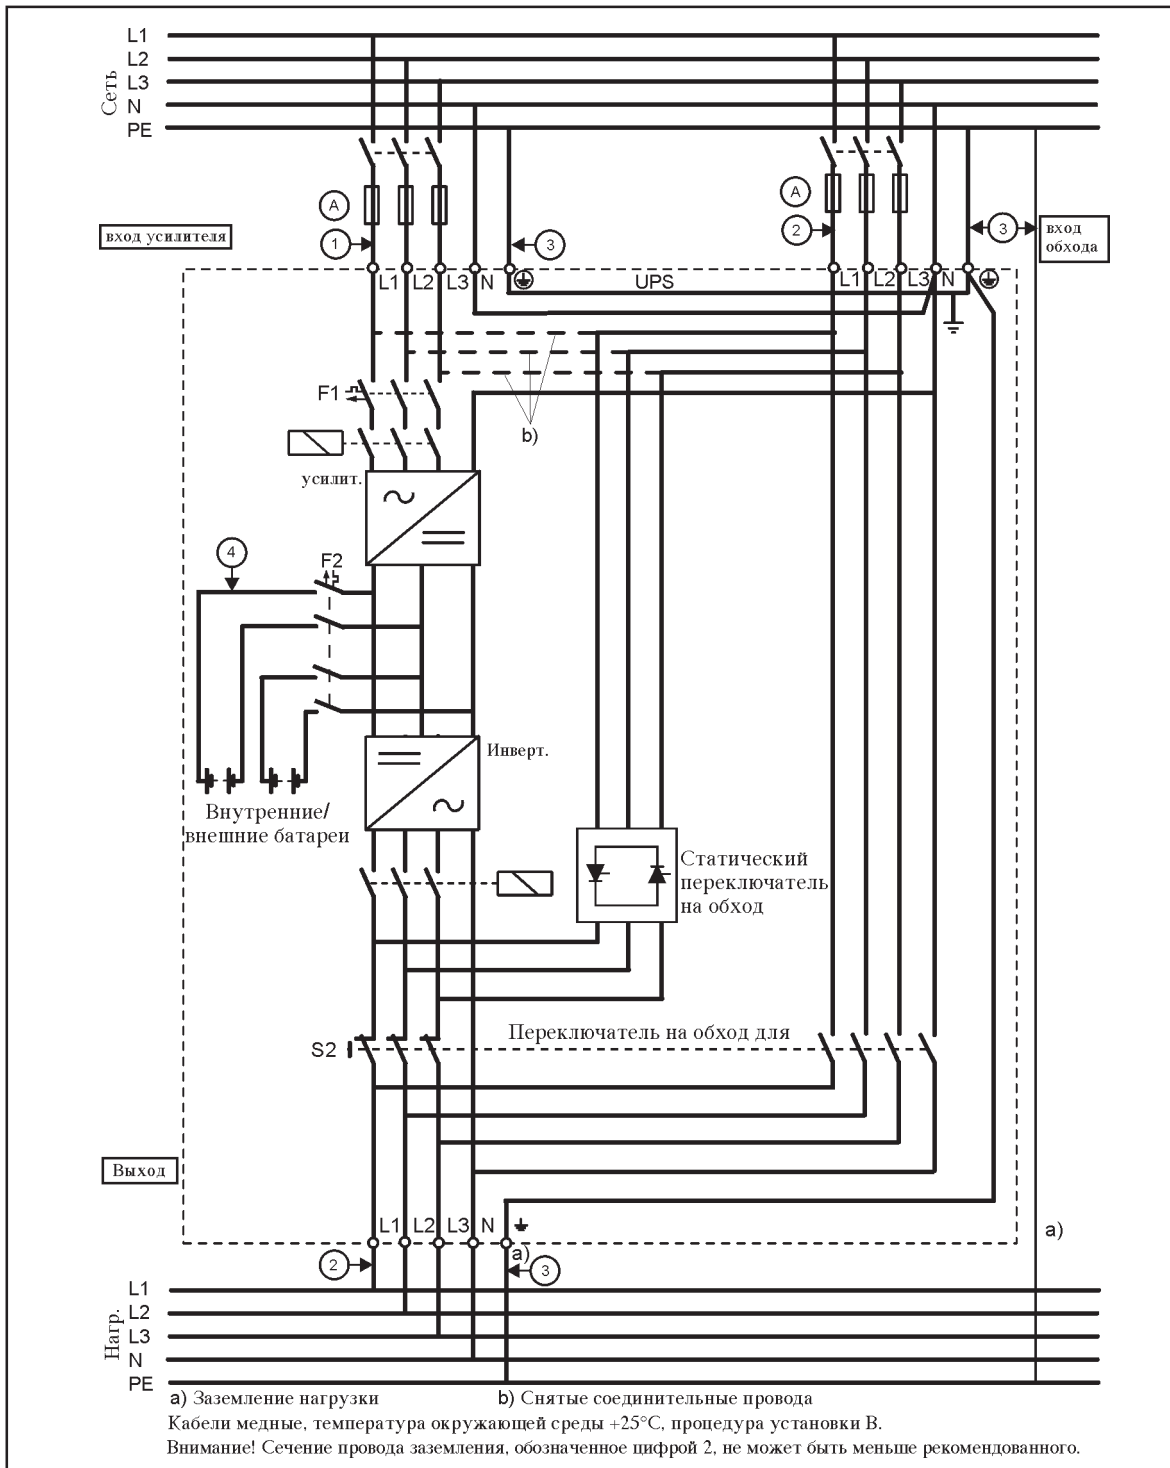
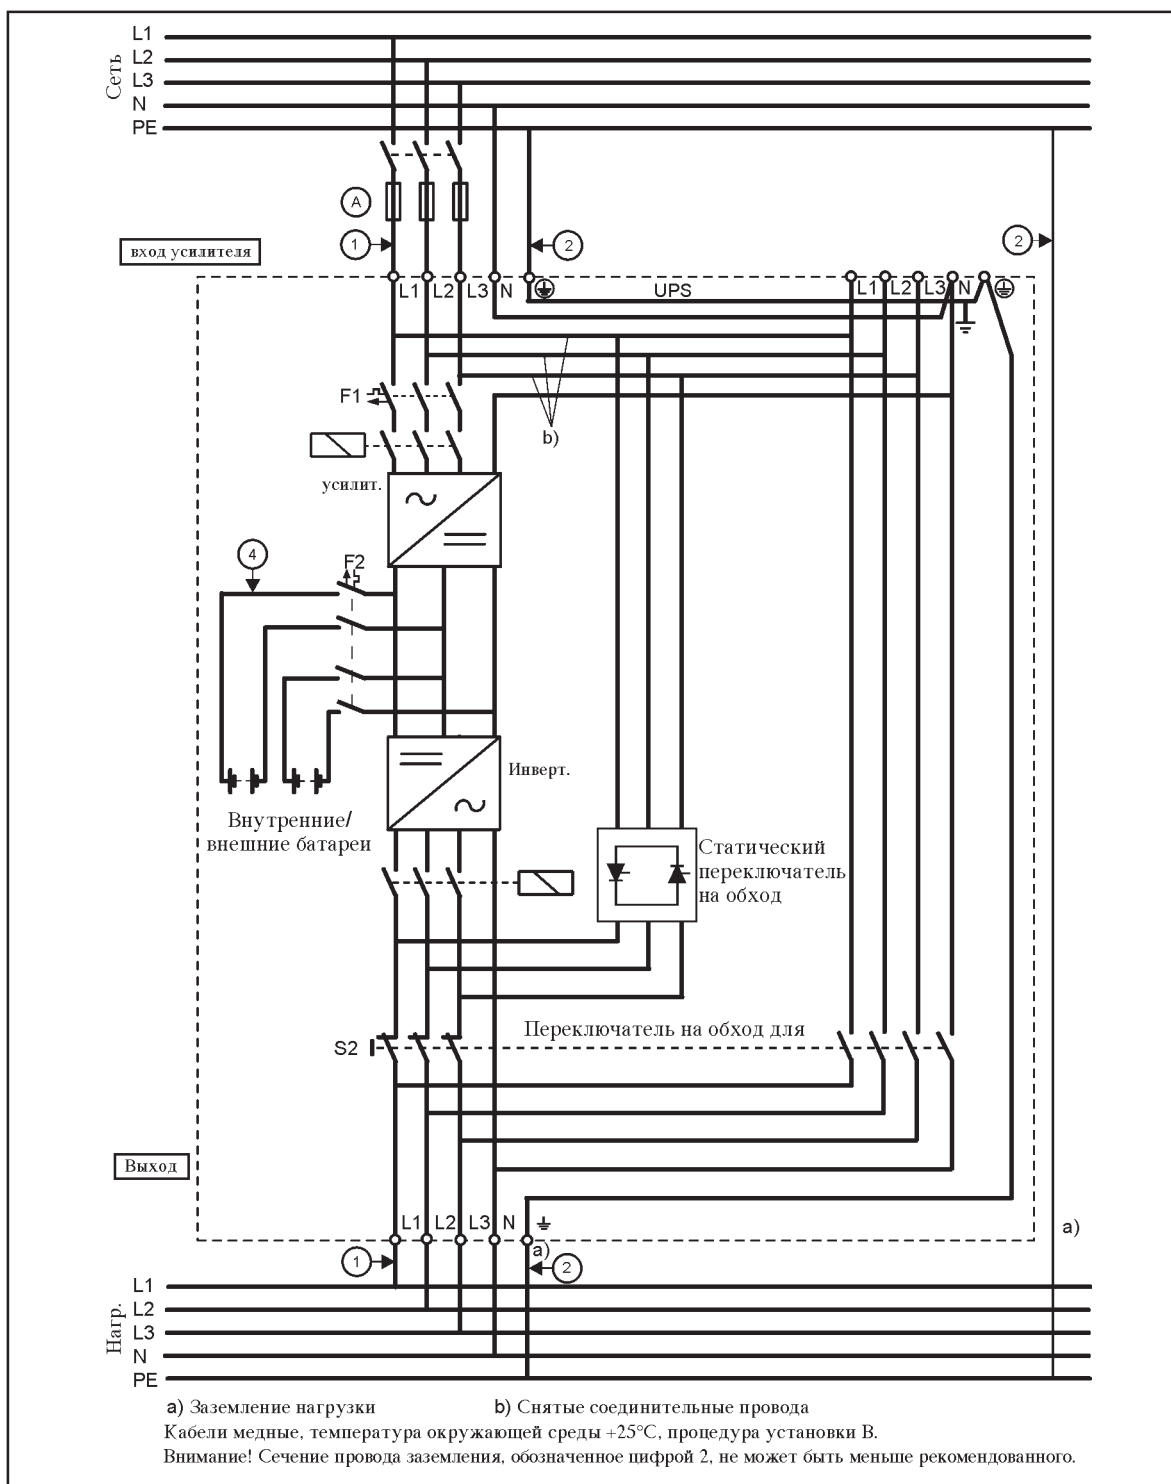

Рис. 5. Пяти-проводная установка ИБП для моделей от 7,5 до 15кВА с двумя входами.
Рис. 6. Пяти-проводная установка ИБП для моделей от 7,5 до 15 кВА с одним входом.
1. Проверьте, что электропроводка на месте подключения ИБП выполнена в соответствии с общими требованиями. Также проверьте соответствие плавких предохранителей и сечения проводов, указанных на рис.5 для, рис.6 Это зависит от того, какой способ подключения ИБП используется - на два входа ИБП или на один.
5. ИБП подключается в соответствии с рис.5 или рис.6. Это зависит от того, какой способ подключения ИБП используется - на два входа или на один. Стандартная модель NS.
Таблица 2. Параметры кабелей и предохранителей для пяти-проводной установки ИБП моделей от 7.5 до 15 кВА с двумя входами. Проверьте, чтобы цифры на предохранителях и буквы на кабелях совпадали со значениями, приведенными на рис. 5.
Таблица 3. Параметры кабелей и предохранителей для пяти-проводной установки ИБП моделей от 7,5 до 15 кВА с одним входом. Проверьте, чтобы цифры на предохранителях и буквы на кабелях совпадали со значениями, приведенными на рис. 6.